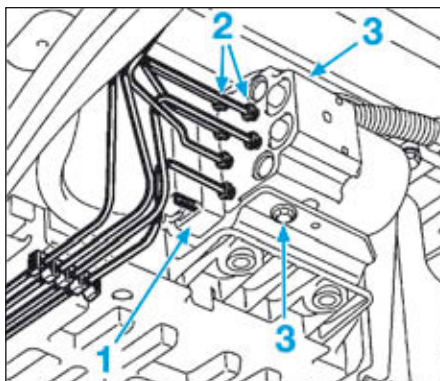

FIG.17
- Débrancher le connecteur électrique (1) du calculateur d'ABS (Fig.17).